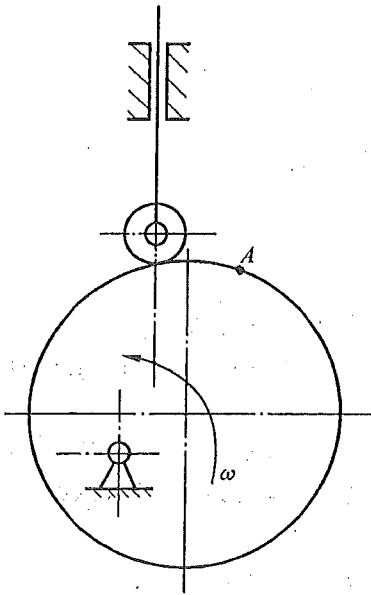

图 3-1
3-2 写出图 3-1 所示凸轮机构的名称,并在图中作出(或指出):(1)基圆半径  $r_{\min}$ ; (2)理论轮廓线;(3)实际轮廓线;(4)行程  $h$ ;(5)A 点的压力角。